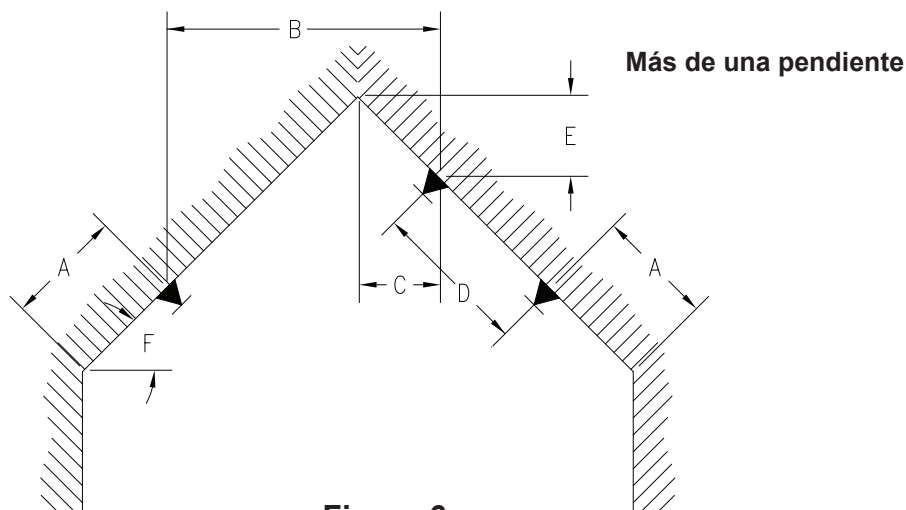

Figura 6
- (A) 0'-4" (0-102 mm) como mínimo, a la mitad de la distancia listada como máximo.
- (B) La mitad de la distancia listada como máximo, 8'-0" (2,4 m) como mínimo.
- (C) 0'-4" (0-102 mm) mínimo.
- (D) Pendientes mayores de 8/12 hasta 21/12 (33,7° hasta 60°) de inclinación.
- (E) 3'-0" (0,91 m) máximo.
- (F) Cuando "F" es mayor de 16' (4,9 m), usar el diseño que se muestra en la Figura 6.